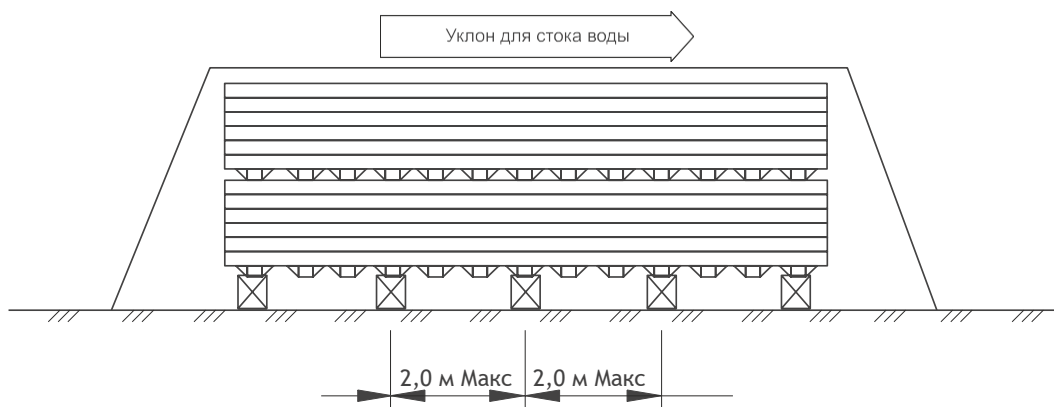

Рис. 10
- Пакеты должны устанавливаться на деревянные поддоны с уклоном 3 градуса для отвода дождевой воды Рис.10;